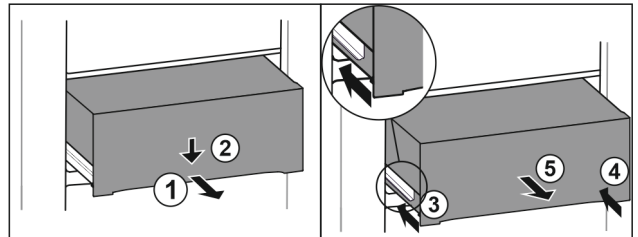

Fig. 77
- ▶ Wyciągnąć szufladę do połowy. Fig. 77 (1)
- ▶ Popchnąć szufladę z przodu w dół. Fig. 77 (2)
- ▶ Wsunąć lewą szynę o ok. 2 cm. Fig. 77 (3)
- ▶ Wsunąć prawą szynę o ok. 2 cm. Fig. 77 (4)
- ▶ Wyjąć szufladę do przodu. Fig. 77 (5)